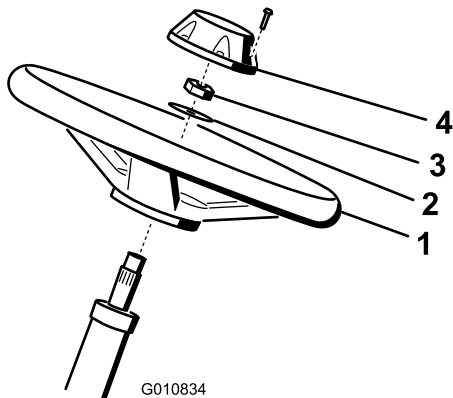

Figure 5
- Deslice el volante sobre la columna de dirección (Figure 5).
- Deslice la arandela sobre la columna de dirección (Figure 5).
- Sujete el volante a la columna con una contratuerca y apriétela a entre 27 y 35 N·m (Figure 5).
- Sujete el embellecedor al volante con 6 pernos (Figure 5).